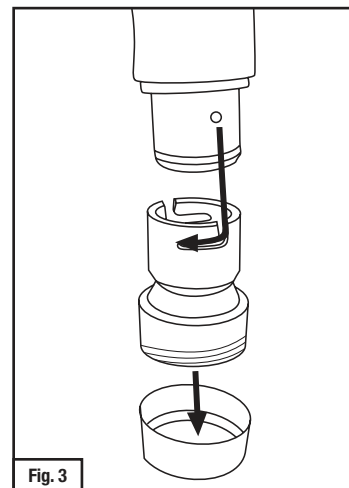

Fig. 3
2. Conecte o tubo de respiração ao adaptador BT, inserindo a extremidade do tubo com dois dentes na parte superior do adaptador. Gire a extremidade do tubo para travá-la no lugar (Fig. 3).